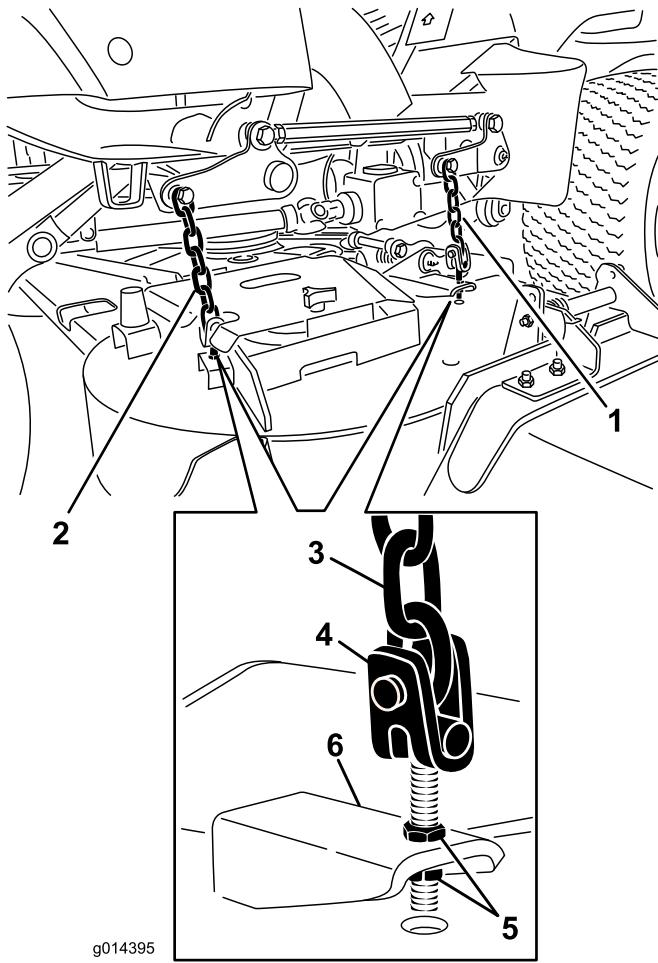

Figure 70
8. Ajustez les écrous de blocage qui fixent les chapes/chaînes au plateau de coupe jusqu'à ce que le plateau de coupe soit de niveau (Figure 70).
7. Ajustez les écrous de blocage qui fixent les chapes/chaînes au plateau de coupe pour éléver l'arrière du plateau de coupe de sorte à obtenir une inclinaison de la lame de 8 mm (Figure 70).